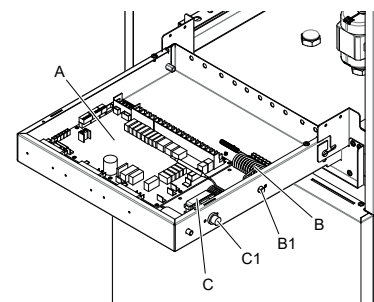

fig. 12 - vista interior del cuadro eléctrico
- A** Tarjeta hidráulica electrónica (fig. 12)
- B** Protección térmica de seguridad para resistencia eléctrica monofásica con botón de rearme manual (det. B1 fig. 12)
- C** Protección térmica de seguridad para resistencia eléctrica trifásica con botón de rearme manual (det. C1 fig. 12)